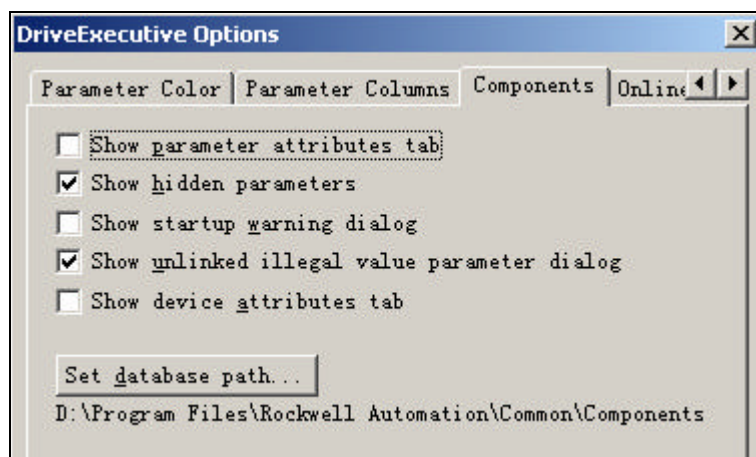

图 6-7 显示隐藏参数
(5) 在 DriveExecutive 软件中, 选择 *View→Options*, 点击 Components, 选中 Show hidden parameters, 然后点击 OK。这项操作使我们能够查看到所有与位置实验相关的参数。如图 6-7 所示。